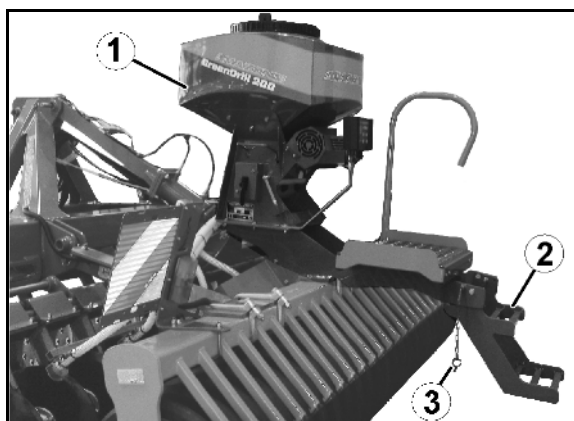

Рис. 29
1. Приверните крепежную трубу (Рис. 29/1) четырьмя винтами (Рис. 29/2) снаружи на консоли.
2. Привинчивайте по два дополнительных балласта (Рис. 29/3) к крепежной трубе (Рис. 29/4) и зафиксируйте в этом положении.